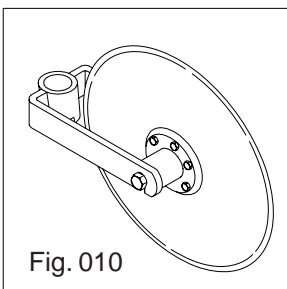

Fig. 010
- **Kit Plantio Direto** – Independente com Disco de Corte de 17" (Fig. 010).